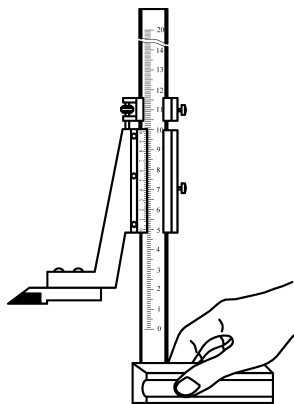

图 3-22 高度尺划线时的握法
② 尺寸调整方法。首先旋松副尺和微调装置上的锁紧螺钉,右手移动副尺粗调尺寸,然后拧紧微调装置上的锁紧螺钉,通过微调旋钮移动副尺精调尺寸,最后拧紧副尺上的锁紧螺钉。
③ 划线时的握法。高度尺划线时的握法与划线盘握法基本相同,右手的大拇指与其他四指相对捏住尺座两侧凹槽,如图 3-22 所示。